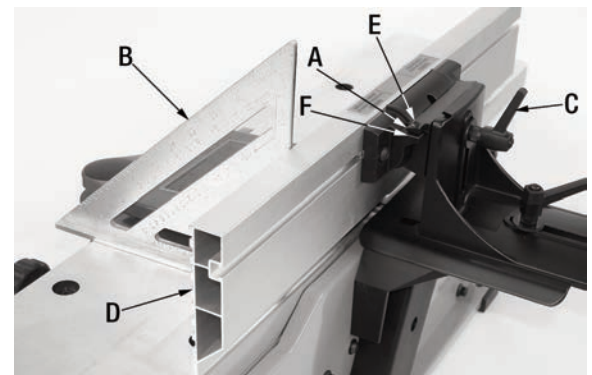

FIGURE 10
- 1) Avec le guide réglé à 90° contre l'arrêt positif (A) Fig.10, placez une équerre (B) sur la table contre le guide tel que montré. Si le guide n'est pas à 90° de la table selon l'équerre, un ajustement de l'arrêt est requis.
- 2) Desserrez la poignée de verrouillage de l'inclinaison du guide (C).
- 3) Positionnez le guide (D) à 90° de la table selon l'équerre. (image)
- 4) Tenez le guide en place et ensuite ajustez la vis sans tête (E) de l'arrêt positif 90° jusqu'à ce qu'elle touche le support du guide (F).